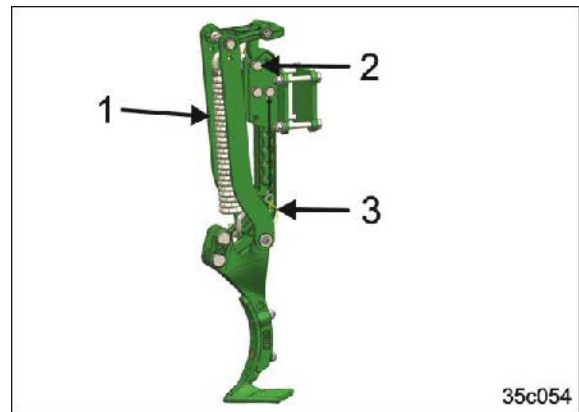

Fig. 121
8. Sett spurløseren inn i holderen med grepet (Fig. 121/1)
9. Sett inn alle festeboltene (Fig. 121/2).
10. Sikre festeboltene med låsesplinter (Fig. 121/3).